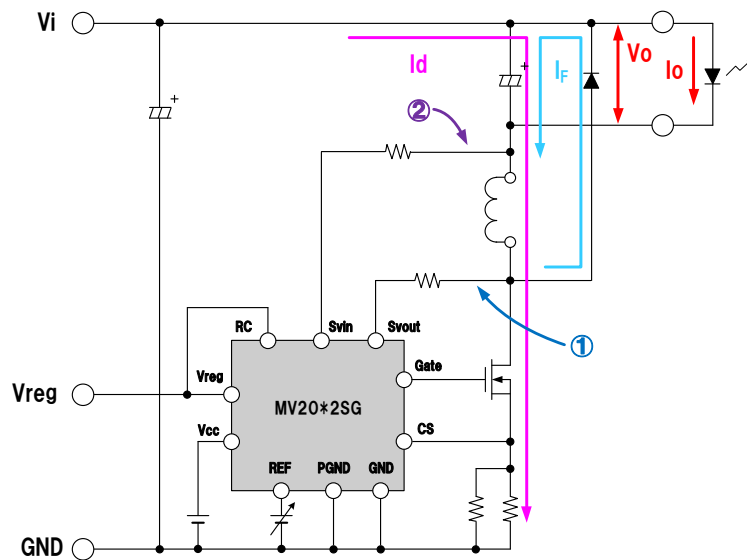
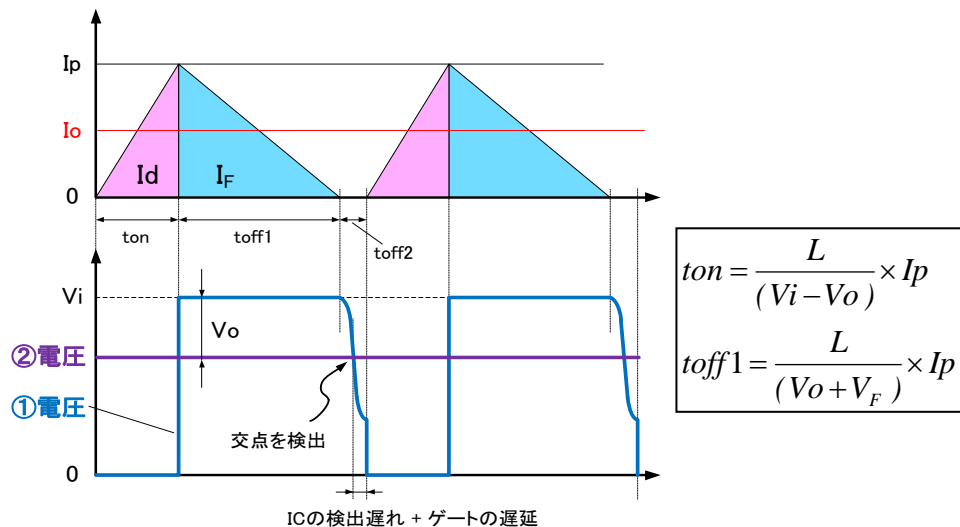

図 1 電流臨界型降圧チョップ回路
図 2 電流臨界型降圧チョップにおける MOSFET とダイオードの電流波形およびチョーク両端の電圧波形
MV2002SG / MV2052SG は電流臨界型降圧チョップ方式の制御 IC であり、回路構成は図 1、MOSFET およびダイオードに流れる電流波形はそれぞれ図 2 の I_d, I_F となります。一般的な電流臨界型降圧チョップ回路は I_F がゼロになってから MOSFET がオンするため、ダイオードのリカバリ電流がほとんどなく、PWM 型回路に比べて低損失・低ノイズになります。その一方で、出力電流(LED 電流)の変化にともない発振周波数が大きく変化し、調光特性・効率が悪化するのが欠点です。
MV2002SG / MV2052SG は、電圧変換された I_d を電流検出端子(CS 端子)で検出し、CS 基準電圧に達すると MOSFET をオフします(ピーク電流検出)。また、ダイオード電流 I_F がゼロになり S_{vout} 電圧が S_{vin} 電圧を下回ったことを検出(ゼロ電流検出)し、MOSFET をオンさせて電流臨界制御を行います。チョーク両端の電圧(図 2 の①と②)を抵抗分圧し S_{vin} 端子・ S_{vout} 端子に入力することで、補助巻線なしで電流臨界制御を実現できます。さらに、オフ時間変調機能により、調光時の周波数上昇を抑制することができ、深調光時にも安定した効率・調光特性を得ることができます。(P.22 5 項【調光特性について】参照)